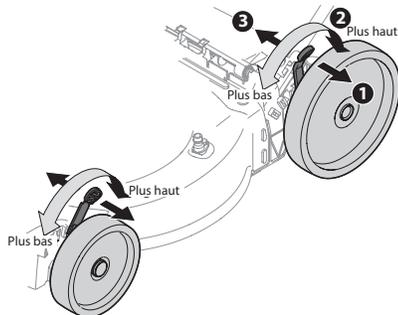

Figure 2-14
1. Déplacez le levier de réglage vers la roue. Faites attention, la tondeuse risque de basculer lorsque vous déplacez le levier vers l'extérieur. Voir Figure 2-14.